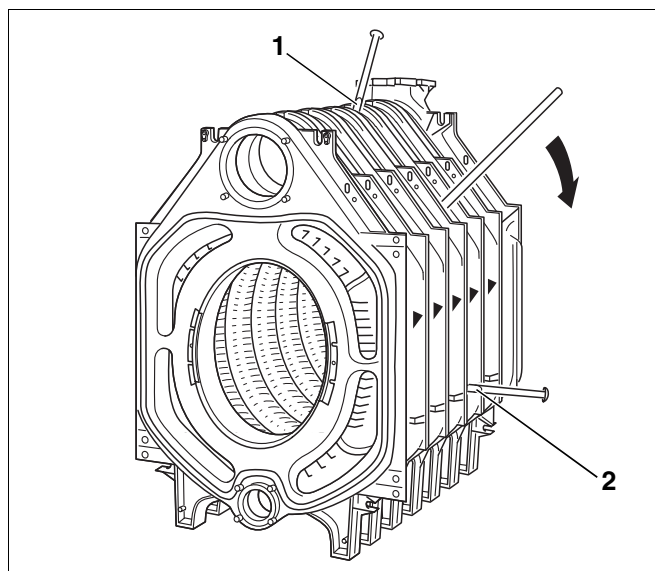

Fig. 27 Deniplarea cazanului
- Prin baterea unor pene sau dălți late în locurile prevăzute (fig. 27, **poz. 1** și **2**, sus și jos între elementii) se deniplează elementii cazanului în dreptul neetanșeităților.